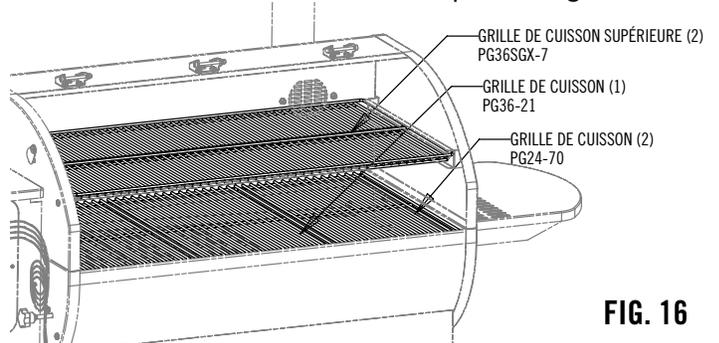

FIG. 16
1. Placer la grille de cuisson et la grille facultative de conservation au chaud comme indiqué à la Fig. 16.